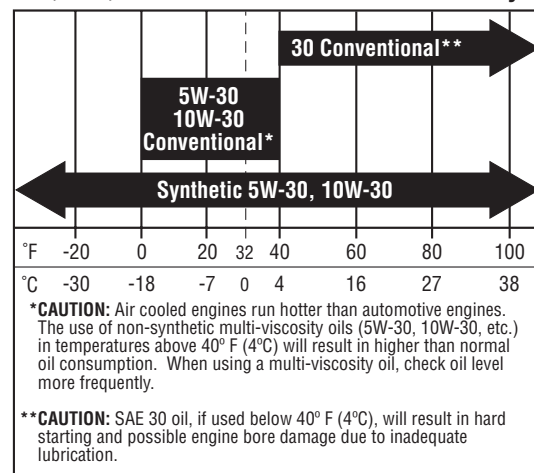

Figura 25. Olio motore consigliato - Modelli Briggs & Stratton
3. Togliere l'astina (C) e pulirla con una tovaglietta di carta.
4. Reinscrivere l'astina (C) nel motore. Nei **modelli Briggs & Stratton**, filettare il tappo nel tubo. Per i **modelli Kohler**, spingere il tappo (C) in posizione.
5. Togliere l'astina e leggere il livello dell'olio. Il livello dell'olio deve essere compreso tra i contrassegni "FULL" (Pieno) e "ADD" (Aggiungi) (D). In caso contrario, aggiungere olio secondo quanto riportato nella tabella dei valori consigliati (Figura 25).